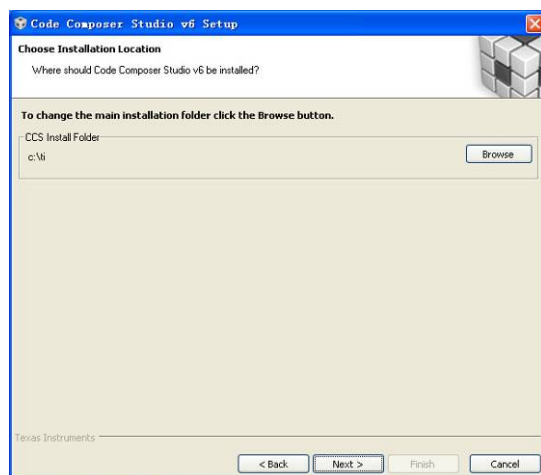

图 2.1.1 安装过程—选择安装目录
(1) 运行下载的安装程序 `ccs_setup_xxx.exe` (xxx 代表 CCS 版本号), 当运行到如图 2.1.1 处时, 选择 CCS 安装路径, 默认路径是 `c:\ti`, 但如果 C 盘装有还原卡或是空间很小, 请选择安装到其他硬盘分区。